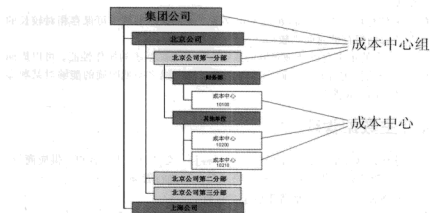

图 5-3 成本中心与成本中心组的层次结构
- (1) 总账中发生的费用包括日常报销的费用和通过生产订单发料的生产耗用。
- (2) 总账中发生的费用通过成本中心、订单等费用归集载体反映到 CO 中,并体现为与生产有关的费用、与生产无关的费用。
- (3) 与生产无关的费用即一般性的费用,它是费用的终点;而与生产有关的费用则进行进一步的流转,通过生产订单的结算将其资本化,最终通过销售订单进入损益。
(4) 成本中心是 SAP 系统组织结构的重要组成部分, 主要用于内部核算和内部管理。主数据一般在系统初始化的时候建立。在业务处理的过程中, 由于组织结构的变动或业务的调整, 需创建或修改成本中心, 使费用能真实归集到相应的成本中心。而利润中心能正确反映对应事业部的损益状况和经营成果。一旦有业务在成本中心和利润中心发生, 就不能删除主数据, 而只能在系统中冻结相应的成本中心和利润中心。
(5) 通过成本中心(组)和利润中心(组)的报告, 可以详细分析对应部门的经营状况和经营成果, 所以对成本中心和利润中心的分组非常重要。成本中心与成本中心组的层次结构如图 5-3 所示。